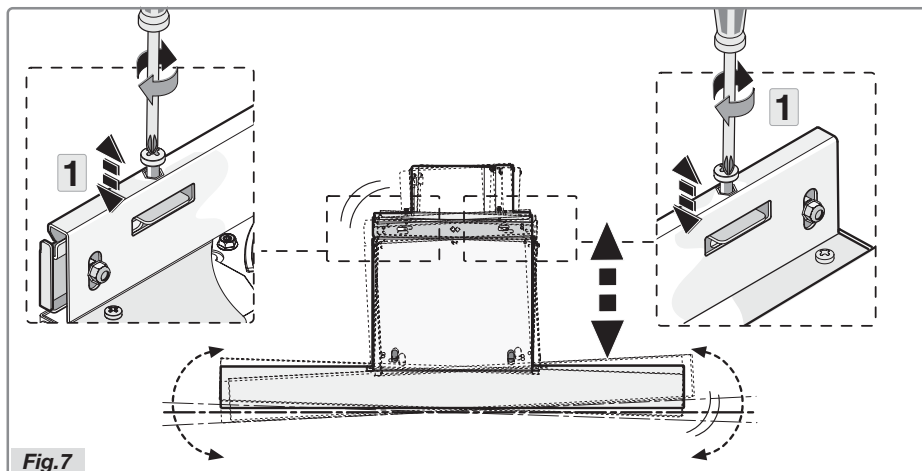

Fig.7
- Positionnez la hotte à l'horizontale en tournant les vis de nivellement (figure 7 étape 1.).